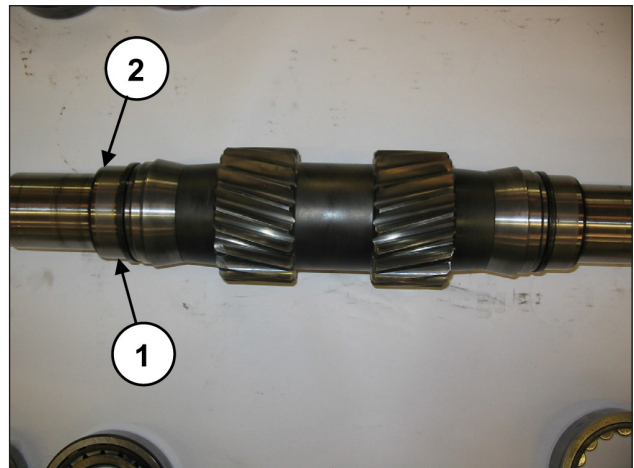

Abb. 33
Entfernen Sie die Innenringe der Lager von der Zapfwelle (Pos. ①, Abb. 33) und die beiden Distanzringe des Innenlagers (Pos. ②, Abb. 33).